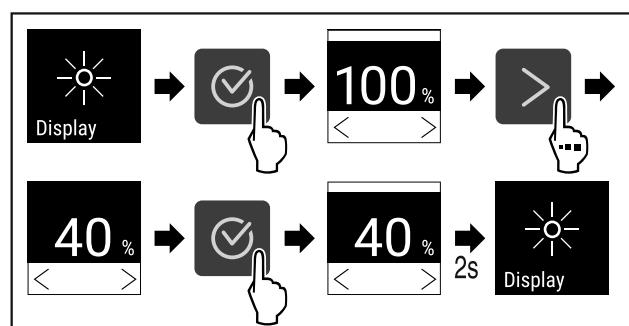

Fig. 81
- Провести етапи операцій (див. Fig. 81).